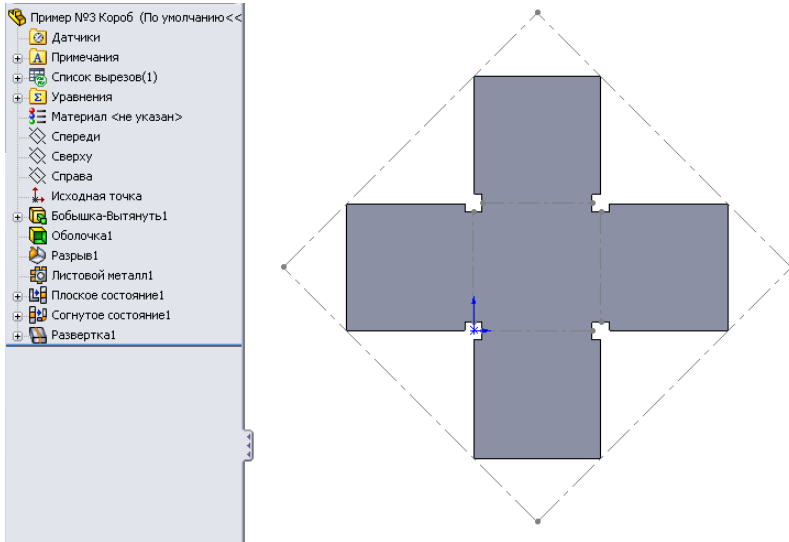

Рисунок 9.52 - Деталь розгорнута в площині основи короба
8. Тепер деталь Короб повністю готова до побудови розгорнення. Для побудови повного розгорнення в дереві конструювання виберемо рядок «**Развертка1**», активізуємо контекстне меню, нажавши праву кнопки миші, і виберемо в цьому меню команду - «**Высветить**». У результаті вся побудована раніше деталь розвернеться в площині основи короба (рис. 9.52). Таким чином, буде побудовано розгорнення деталі, на якому штрихпунктиром нанесені лінії згину.